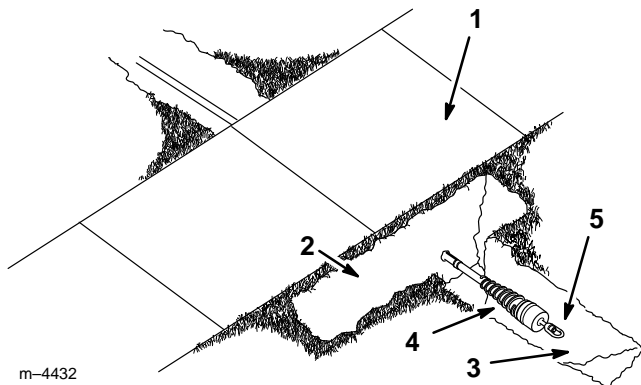

Figure 7
15. A l'aide d'une pelle, creuser prudemment autour de la mèche de forage pour la dégager du sol et pouvoir l'enlever (Fig. 7).
16. Retirer la mèche de forage et la remplacer par l'alésoir (Fig. 7).
17. Fixer le câble ou la conduite à poser à l'émerillon du bout de l'alésoir (Fig. 7).